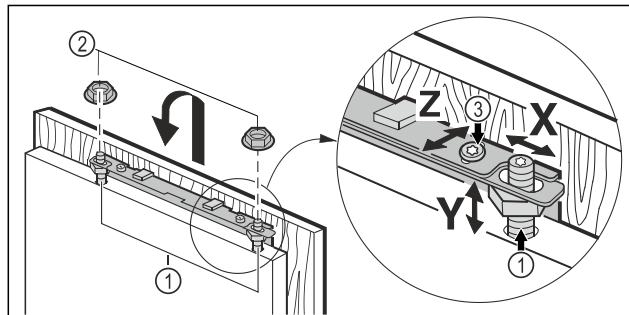

Fig. 46
- ▶ Agățați ușa mobilierului pe bolțurile de reglare Fig. 46 (1) și înșurubați contrapiulițele Fig. 46 (2) slab pe bolțurile de reglare.
- ▶ Aliniați ușa mobilierului pe înălțimea Y și înclinarea laterală: Reglați bolțurile de reglare Fig. 46 (1) cu ajutorul unei șurubelnițe.
- ▶ Strângeți contrapiulițele Fig. 46 (3).